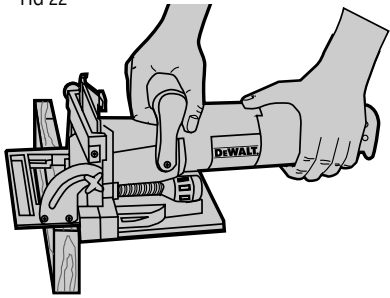

FIG 23
4. OFFSET JOINTS (See Figure 23)